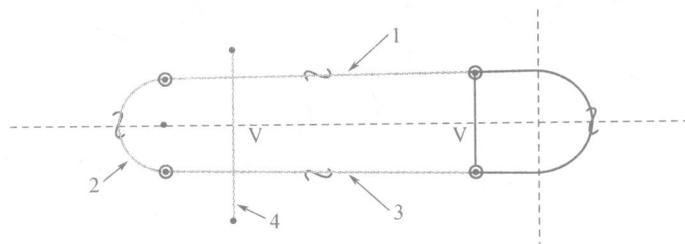

图 7-7
④ 点击 ,完成右侧突起结构。
⑤ 点击拉伸按钮 →【Placement(放置)】→【Define(定义)】→点选“FRONT”作为草图平面 →【Sketch(草绘)】进入草绘环境 →点击 ,关闭平面的显示 →点击 按钮 →点选图 7-7 所示的 1,2,3 处以引用其作为草图图元 →绘制图示直线 4。